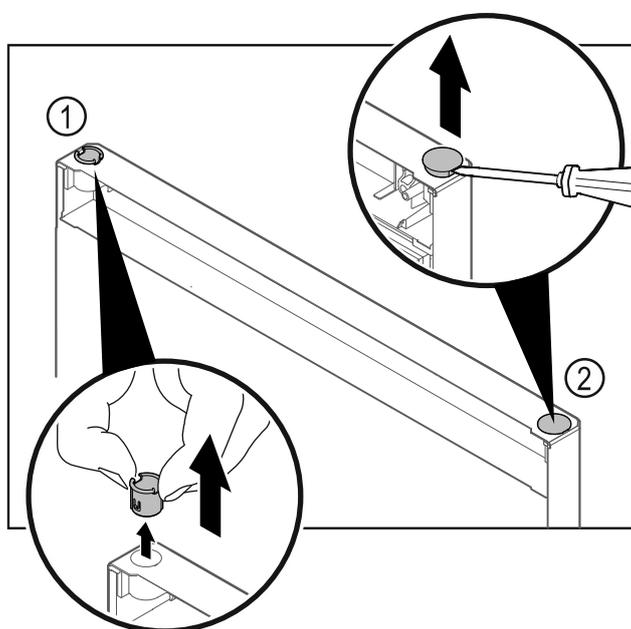

Fig. 22 Kühlteiltür
- Scharnierbuchse Fig. 22 (1) mit den Fingern herausziehen.
- Abdeckstopfen Fig. 22 (2) vorsichtig mit einem Schlitzschraubendreher anheben und herausziehen.